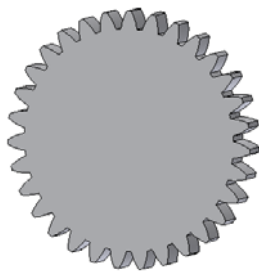

图 3-112 阵列轮齿
(3) 对轮齿进行环形阵列操作。单击【模型】标签栏【阵列】面板上的【环形阵列】工具按钮，选择齿轮的齿形作为要阵列的特征，以齿根圆的轴线作为阵列的旋转轴，输入环形阵列特征的个数为 Z ，即齿数，阵列角度为 360° 。单击【确定】按钮完成阵列特征的创建，结果如图 3-112 所示。